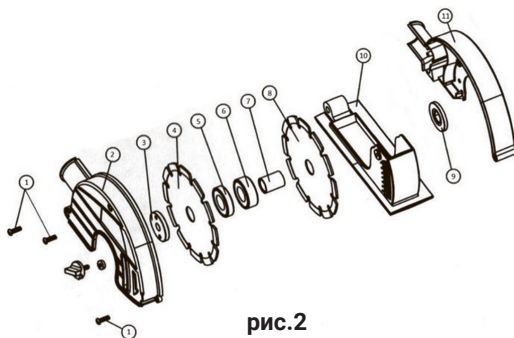

рис.2
2. Установка отрезных дисков (рис.2)
- Установите штроборез на устойчивую поверхность. - Ослабьте винт регулировки глубины реза. - Снимите защитный кожух (рис.2 поз.2), открутив винты с внутренним шестигранником (рис.2 поз.1). - Отведите подошву (рис.2 поз.10). - Для установки режущего диска наденьте на шпиндель внутренний дисковый фланец (рис.2 поз.9) (убедитесь, что он надежно надет на шпиндель), муфту шпинделя (рис.2 поз.7), алмазный диск (рис.2 поз.8), установочные шайбы (рис.2 поз.5,6) и алмазный диск (рис.2 поз.4). - Установите наружный фланец (рис.2 поз.3) и, удерживая нажатой кнопку фиксации шпинделя, плотно затяните его. - Установите подошву (рис.2 поз.10) и защитный кожух (рис.2 поз.2) в обратном порядке. - Плотно затяните винты (рис.2 поз.1).
Ширину паза можно задать при помощи установочных шайб (рис.2 поз.5,6), которые устанавливаются между отрезными дисками (рис.2 поз.4,8).